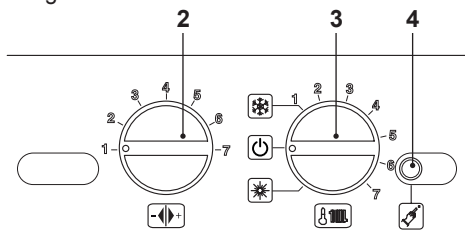

Figura 5.64
- Per uscire dalla programmazione posizionare il selettore di funzione 3 come indicato in Figura 5.64.